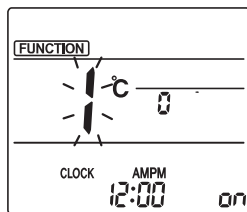

Fig. 3-1
- De stand voor handmatige waaierinstelling activeren. Druk op de toets [MENU]. (Begin deze bediening met uitgeschakelde schermweergave op de afstandsbediening.) "FUNCTION" wordt verlicht en "1" knippert. (Fig. 3-1) Druk op de toets [▲] om "2" te selecteren en druk vervolgens op de toets [SET].